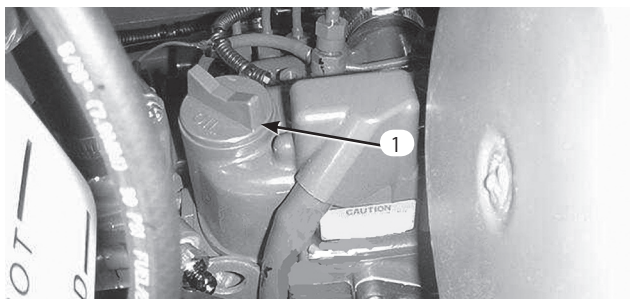

図15
3. 量が不足している場合は補給口（図15）から Full マークまで補給する。入れすぎないこと。